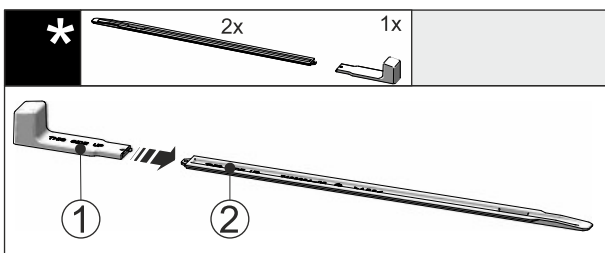

Fig. 47
- Insérer la poignée de montage Fig. 47 (1) dans le rail de nivellement Fig. 47 (2).